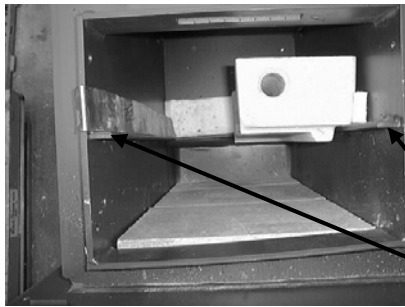

Fig. 2,4
6) Placez les pierres droite et gauche avec les trous d'air secondaire vers l'avant. La glissière sert à maintenir les joints des côtés latéraux contre les parois du foyer pendant que les pierres sont poussées contre la paroi du fond du foyer. Voir Fig. 2,4 et 2,5.